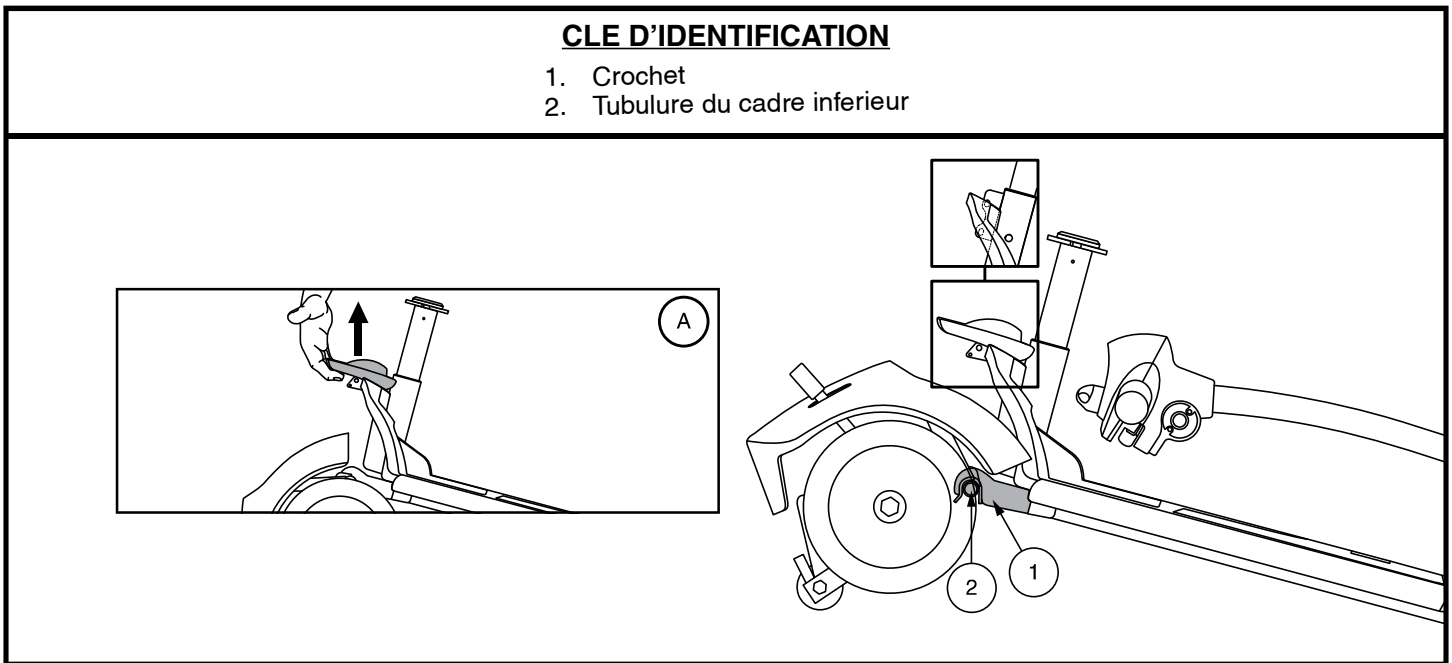

Figure 19. Levier de blocage du cadre (Style A)
3. Séparez doucement les sections du véhicule. **Voir la figure 19.**
1. Soulevez la section avant par le levier de blocage et alignez les crochets avec la tubulure de la section arrière. **Voir la figure 19.**
2. Une fois que les crochets du châssis sont sur le tube inférieur du châssis, abaissez la section inférieure avant et faites pivoter la section arrière simultanément. Ceci engagera le verrouillage du châssis automatiquement. **Voir la figure 19.**